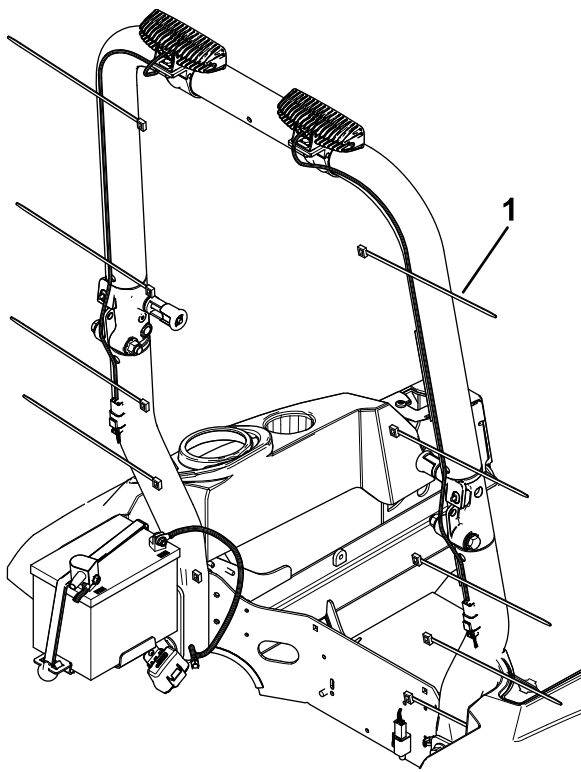

Figura 6
13. Enrolle el cable sobrante y utilice las bridas restantes para sujetar el arnés de las luces a la máquina (Figura 6).